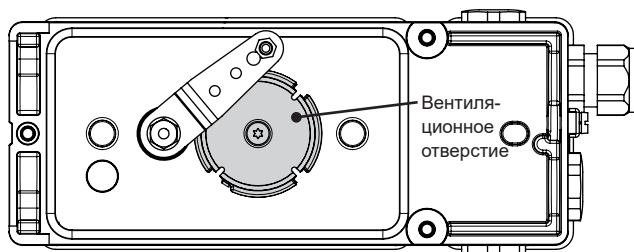

Рис. 5-2: Вентиляционное отверстие (тыльная сторона позиционера)
- Запрещается закрывать или дрессировать вентиляционное отверстие (см. Рис. 5-2).